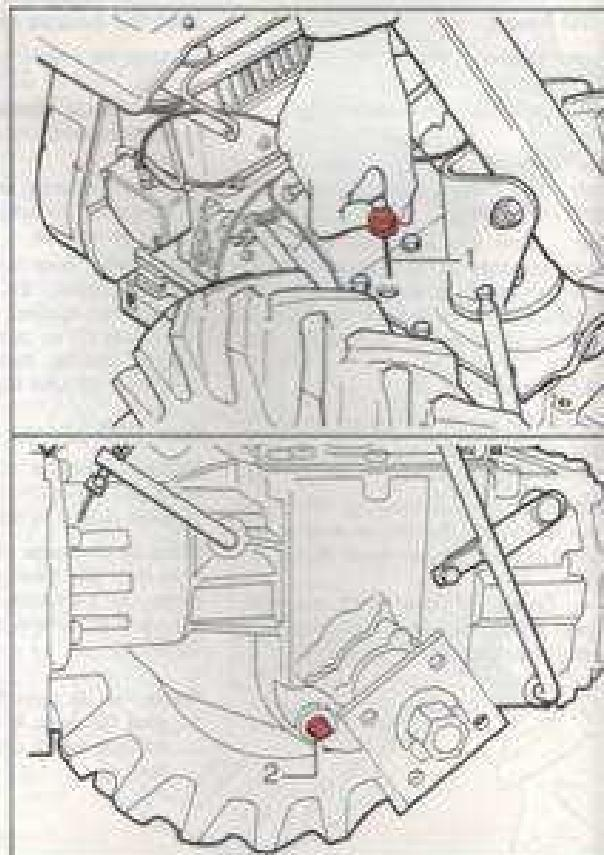

Fig. 15 - Bild 15
**Scatola del cambio:** controllare il livello dell'olio (vedere la fig. 15); allo scopo svitare il tappo dotato di asta (1). Il livello è regolare quando si trova in corrispondenza della tacca superiore (MAX.).
**Gearbox:** check oil level (see fig. 15); to do so screw out stick filter (1), oil level is correct when it is close to top mark (MAX).
**Boîte de vitesses:** vérifier le niveau de l'huile (voir fig. 15); dévisser le bouchon muni de jauge (1). Le niveau est correct quand il se trouve à proximité de l'encoche supérieure (MAX.).
**Schaltgetriebe:** Ölstand prüfen, durch Abschrauben des mit Maßstab versehenen Verschlussdeckels (1) (siehe Bild 15). Der Ölstand muss auf gleicher Höhe der oberen Marke (MAX.) liegen.
**Scatola del cambio:** sostituire l'olio (vedere la fig. 15). Togliere il tappo di scarico posto sotto la scatola cambio (2) ed il tappo con asta (1) per facilitare lo scarico, quindi lasciare sgocciolare per almeno 10 minuti. Rifornire quindi con olio prescritto, dopo aver rimesso il tappo inferiore, fino al livello prescritto.
*Gearbox: change oil (see fig. 15). Remove the drain plug located under the gearbox (2) and dipstick plug (1) to make drain easier. Let oil drip out for 10 minutes at least. Replace the lower plug and refill with the prescribed oil up to the level recommended.*
*Boîte de vitesses: changer d'huile (voir fig. 15). Enlever le bouchon de vidange situé au-dessous de la boîte du changement de vitesses (2) et le bouchon à jauge (1) pour faciliter l'évacuation et laisser égoutter pour 10 minutes au moins. Après avoir remis le bouchon inférieur, rajouter de l'huile jusqu'au niveau indiqué.*
*Schaltgetriebe: das Öl wechseln (siehe Bild 15). Die Ablassschraube unter dem Schaltgetriebehäuse (2) sowie den mit Messstab versehenen Verschlussdeckel (1) abnehmen, um den Ablass zu erleichtern. Dann über mindestens 10 Minuten austropfen lassen. Nach Wiedermontage der unteren Verschluss schraube die Nachfüllung mit dem vorgeschriebenen Öl vornehmen.*